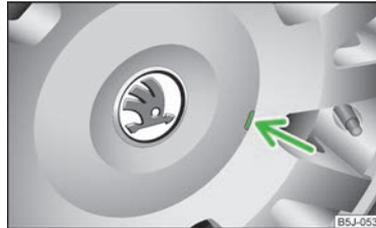

Abb. 129
- Vorsichtig die Radzierkappe mithilfe des Drahtbügels aus dem Bordwerkzeug abbauen » Abb. 129.